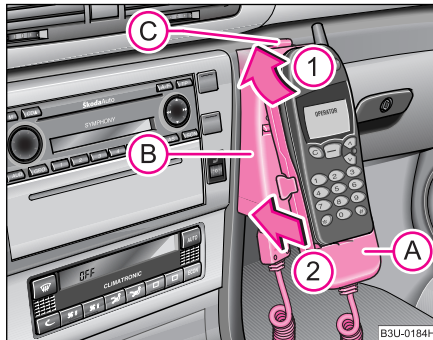

Fig. 119 Tipul de conectare universală a telefonului
- Așezați adaptorul fără telefon în suportul (B), în sensul indicat de săgeata (1) ♥ fig. 119, până când adaptorul atinge contactul. Apăsăți apoi ușor adaptorul în sensul indicat de săgeata (2), până se fixează.
- Așezați telefonul în adaptorul (A) (conform instrucțiunilor producătorului) și puneți contactul.